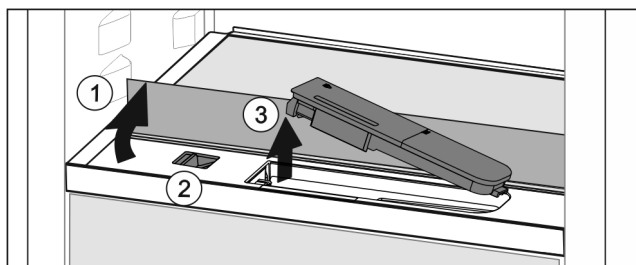

Fig. 150
- ▶ Løft glassplaten og vipp opp til anslag bakover Fig. 150 (1).
- ▶ Skyv skyveren Fig. 150 (2) til venstre.
- ▶ Ta ut vanntanken Fig. 150 (3).